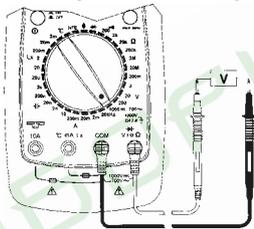

Рисунок 4
- (1) Вставьте штекер черного щупа в гнездо COM, а красного в гнездо V.
- (2) Установите поворотный переключатель в положение требуемого диапазона V. Подключите щупы, как показано на рис. 4.
- (3) Если на дисплее Вы увидите только символ "0L", это означает состояние перегрузки, и следует выбрать больший диапазон измерения.
- (4) Прочитайте на ЖК-дисплее показание результата измерения. Полярность красного щупа будет соответствовать полярности, индицируемой вместе с величиной напряжения.
- (5) Для измерения переменного напряжения нажмите кнопку "ACV"; для возврата в режим измерения постоянного напряжения еще раз нажмите кнопку "DCV".